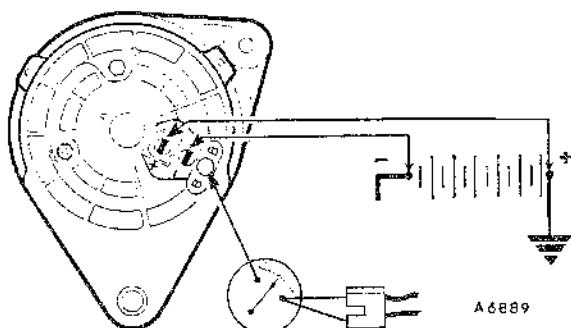

Fig. N.9
- (1) Comprobar el desgaste y la tensión de la correa motriz (véase "Mantenimiento").
- (2) Comprobar que el voltaje de la batería llega al portaeescobillas, desconectando los dos cables de los terminales del campo inductor del alternador, conectar un voltímetro entre ambos cables y hacer girar el motor. El voltímetro deberá registrar el voltaje de la batería. Si no se obtuviera lectura, comprobar el cableado del circuito del campo inductor.
- (3) Comprobar la salida del alternador. Parar el motor y desconectar el cable de masa (+) de la batería. Si no va montado un amperímetro, desconectar los dos conectores del terminal principal de salida "B" del alternador y conectar un amperímetro de bobina móvil entre el terminal y los conectores. Sacar los cables del campo inductor del alternador de sus terminales y conectar un par de cables auxiliares directamente entre estos terminales y la batería (Fig. N.9). Reconectar el cable de masa (+) de la batería. Poner en marcha el motor y aumentar gradualmente la velocidad hasta que el alternador esté girando a 4.000 r.p.m. A esta velocidad, la lectura del amperímetro deberá ser de 40 amperios aproximadamente.